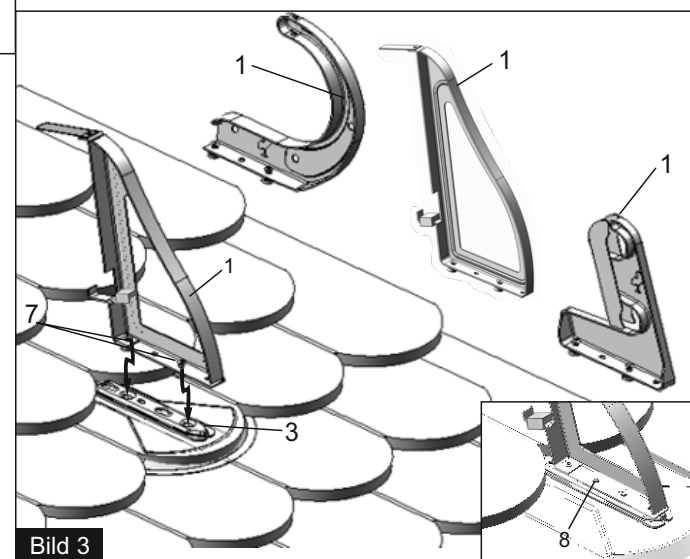

Bild 3
Der Laufsteghalter (1) wird wie in Bild 3 beschrieben montiert.
#### (Bild 3)